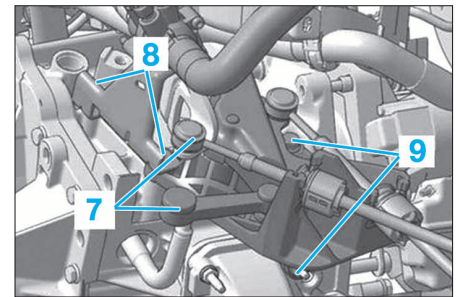

FIG. 3
- Ecarter l'ensemble faisceau et calculateur (5).
- A l'aide de l'outil [1], désaccoupler les biellettes de sélection (7) (Fig.3).